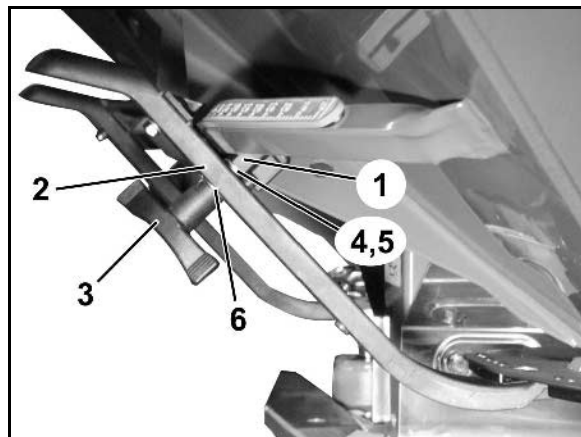

Рис. 15
6. Выровняйте зажимное устройство (Рис. 15/1) регулировочного рычага (Рис. 15/2) следующим образом:
7. Отверните барашковую гайку (Рис. 15/3).
8. Выньте винт и измените положение обеих шайб сзади (Рис. 15/4) и (Рис. 15/5) и спереди (Рис. 15/6).